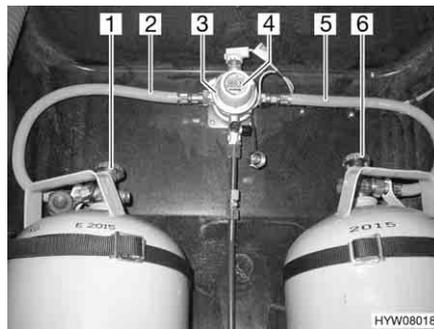
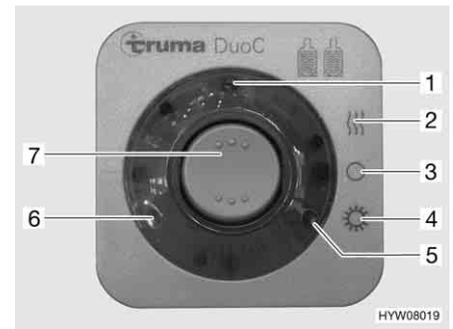

Bild 84 DuoControl-Umschaltanlage
Bild 85 Bedieneinheit
Die DuoControl-Umschaltanlage besteht aus einem Umschaltventil (Bild 84,3) und der Bedieneinheit (Bild 85). Das Umschaltventil ist zwischen den Gasschläuchen (Bild 84,2 und 5) montiert. Mit dem Drehknopf (Bild 84,4) am Umschaltventil kann bestimmt werden, welche der Gasflaschen als Betriebsflasche und welche Gasflasche als Reserveflasche verwendet wird.
An der Bedieneinheit (Bild 85) können nur die elektrischen Funktionen geschaltet werden. Die Haupt-Absperrventile der Gasflaschen (Bild 84,1 und 6) müssen von Hand geöffnet werden.
Das Umschaltventil gewährleistet einen konstanten Gasdruck, unabhängig davon, welche Gasflasche Gas liefert. Die zwei Kontroll-Leuchten an der Bedieneinheit zeigen den Füllstand der Betriebsflasche an. Wenn die grüne Kontroll-Leuchte (Bild 85,6) leuchtet, ist die Betriebsflasche voll. Wenn die rote Kontroll-Leuchte (Bild 85,5) leuchtet, ist die Betriebsflasche leer. Die Gasversorgung erfolgt dann über die Reserveflasche.
- Die Haupt-Absperrventile an den Gasflaschen (Bild 84,1 und 6) öffnen.
- Mit dem Drehknopf (Bild 84,4) am Umschaltventil (Bild 84,3) die Gasflasche wählen, der vorrangig das Gas entnommen werden soll (Betriebsflasche).
- An der Bedieneinheit (Bild 85) die DuoControl-Umschaltanlage einschalten.
Dazu den Wippschalter (Bild 85,7) auf Winterbetrieb "Ein und Heizen" (Bild 85,2) oder auf Sommerbetrieb "Ein" (Bild 85,4) stellen. Das Umschaltventil ist jetzt entlüftet. Die gelbe Kontroll-Leuchte (Bild 85,1) leuchtet, wenn Winterbetrieb gewählt wird und die Regler-Enteisungsanlage eingeschaltet ist.
- Den Wippschalter (Bild 85,7) auf "0" (Bild 85,3) stellen. Die gelbe Kontroll-Leuchte (Bild 85,1) erlischt.
- Die Haupt-Absperrventile an den Gasflaschen (Bild 84,1 und 6) schließen.
**Fernanzeige** Die Kontroll-Leuchten an der Bedieneinheit (Bild 85,5 und 6) signalisieren im Fahrzeuginneren, ob die Betriebsflasche betriebsbereit ist.
**Gasflaschenwechsel** Wenn die grüne Kontroll-Leuchte (Bild 85,6) während des Betriebs erlischt und die rote Kontroll-Leuchte (Bild 85,5) aufleuchtet, ist die als Betriebsflasche gewählte Gasflasche leer und muss gewechselt werden. Die Reserveflasche versorgt die Gasverbraucher weiterhin mit Gas.